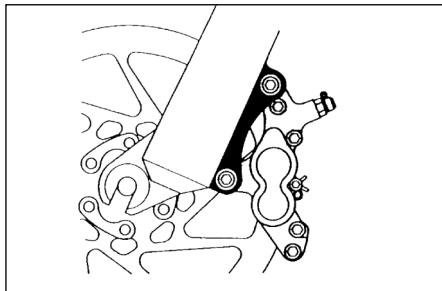
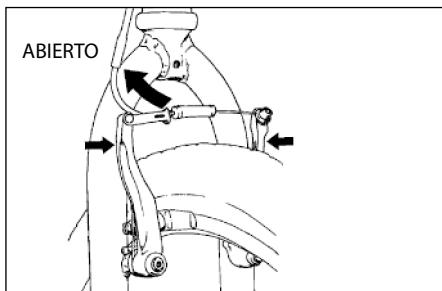

Ilustración 11.
Ilustración 12.
- 3. Algunos frenos de bicicleta, como los de disco (ilustración 11) y los de tiro lineal (ilustración 12), son muy potentes.** Preste una atención especial al familiarizarse con este tipo de frenos y utilícelos con mucho cuidado.